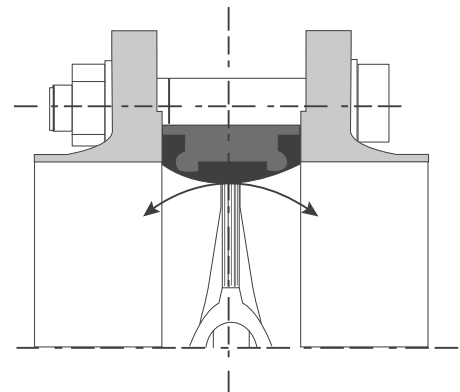

Рисунок 2. Неправильная установка
- Плохое уплотнение между манжетой и диском затвора (см. главу 10.1, рисунок 2).